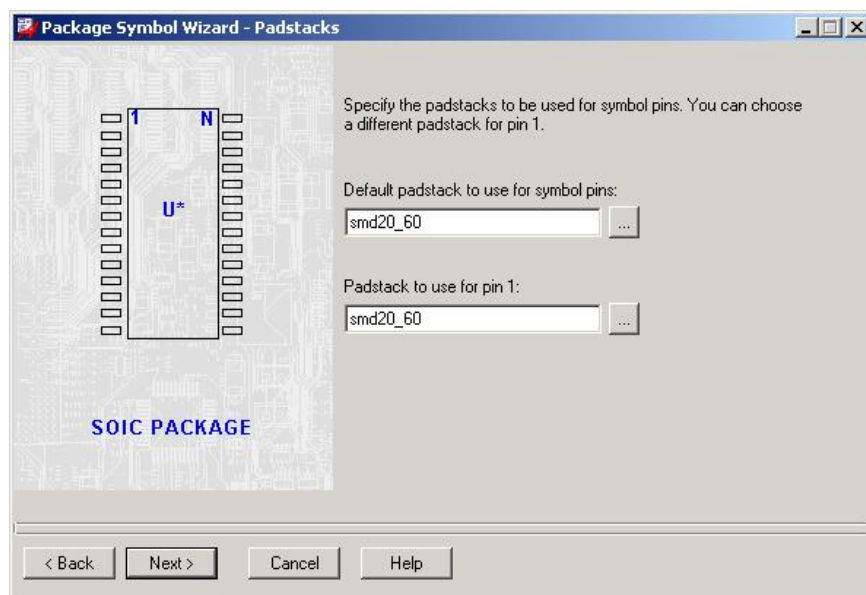

图 6-21 选择引脚焊盘
6) 选择器件引脚焊盘。如图 6-21 设置完成后单击 NEXT 按钮进入下一步。